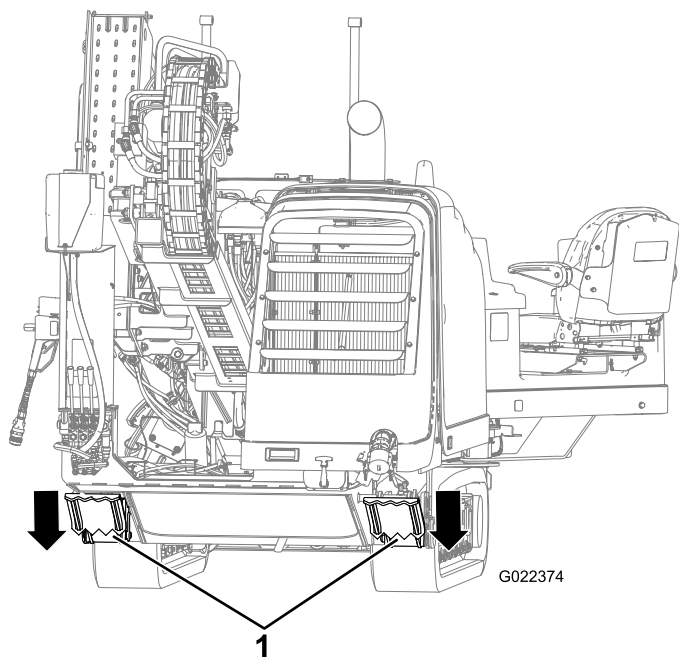

Figura 81
10. Baje los estabilizadores traseros hasta que descansen firmemente en el suelo, o hasta que obtenga el ángulo de entrada deseada (Figura 81).